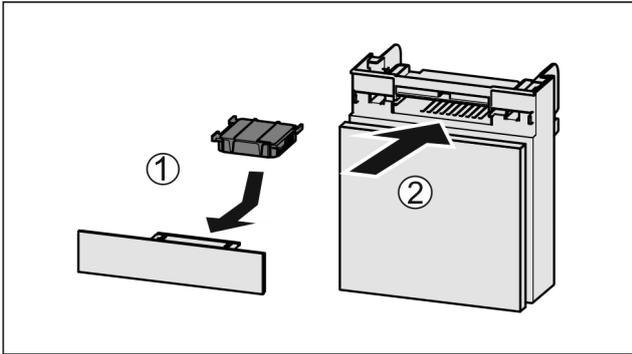

Fig. 123
- ▶ Introduzca el compartimiento Fig. 123 (2).